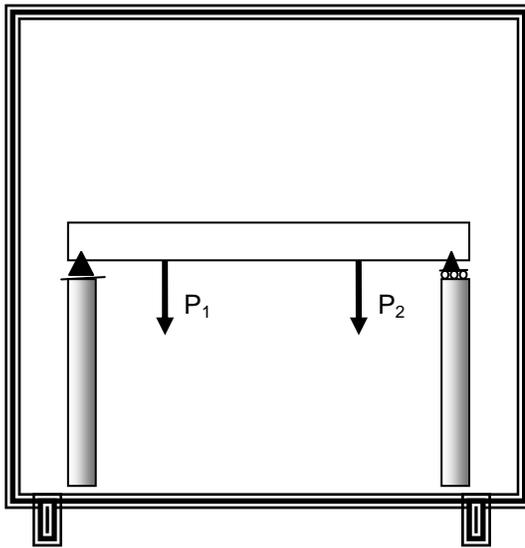

Fig. 1. En esta figura se muestra el esquema del arreglo que se debe hacer en la práctica. Los rectángulos representan a los dinamómetros.
Las vigas pueden estar sujetas a cargas concentradas y/o a cargas distribuidas. Una viga está sujeta a cargas concentradas si las cargas se aplican sobre la viga en un punto. En la Fig. 1 se muestra un esquema de una viga con cargas puntuales o concentradas.
1. Armar la viga con las fuerzas como se indica en la Fig. 1